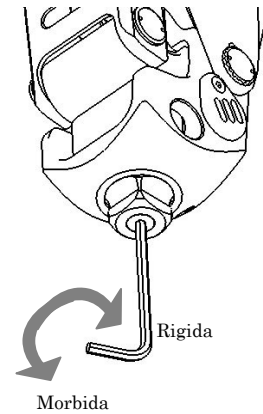

Fig. 2 Regolazione Durezza Ammortizzatore
- Come da Fig. 2, regolare la durezza dell'Ammortizzatore usando una chiave esagonale 3 mm.